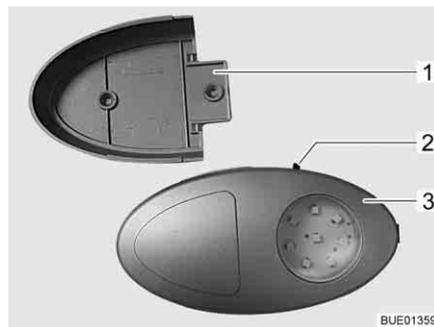

Fig. 57 Luce armadio guardaroba
- ▷ È possibile estrarre la luce armadio guardaroba dal supporto a vite (Fig. 57,1) e utilizzarla come torcia elettrica.
L'interruttore di accensione/spengimento (Fig. 57,2) è montato direttamente sulla luce armadio guardaroba (Fig. 57,3).